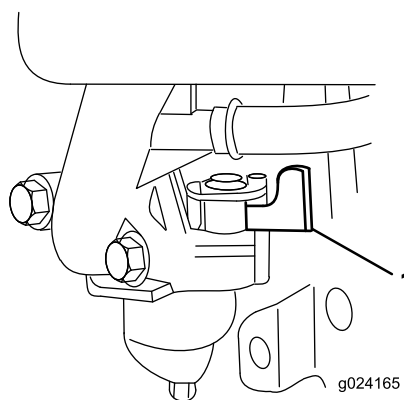

Figura 14
2. Abra la válvula de combustible moviendo la palanca de la válvula de combustible a la derecha (Figura 14).
**Nota:** Cierre la válvula de combustible moviendo la palanca de la válvula de combustible (Figura 14) a la **izquierda** a menos que vaya a volver a arrancar el motor en breve.